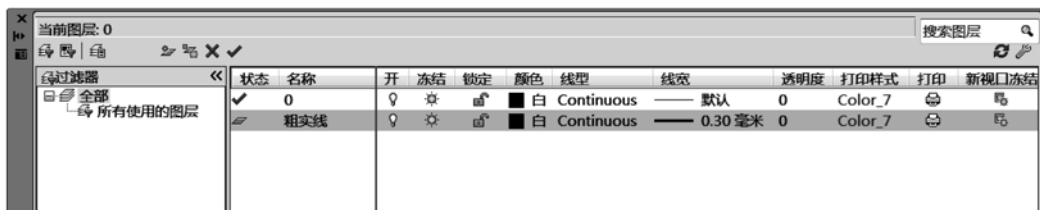

图 6-11 设置“粗实线”层的图层特性
6) 该新图层的默认颜色为“黑/白”，默认线型为“Continuous”，设置好图层特性的“粗实线”层如图 6-11 所示。